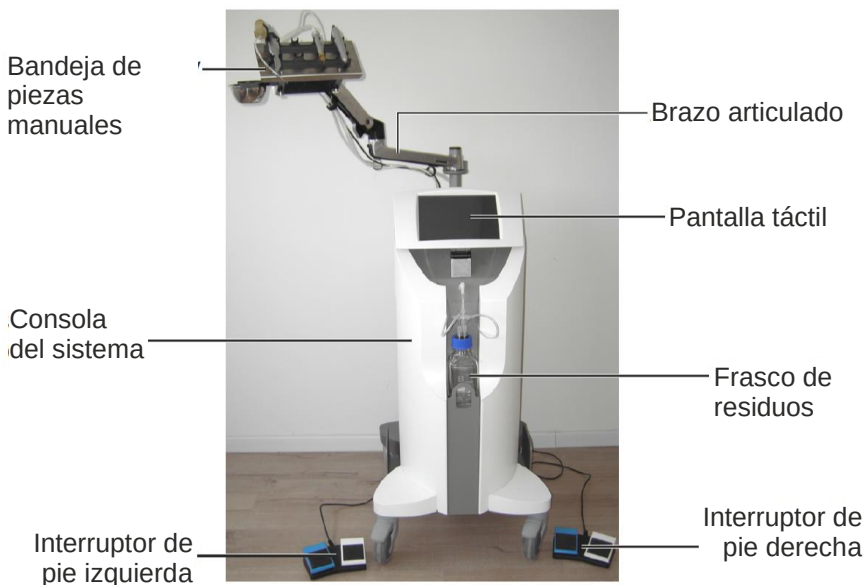

Figura 4-1. Componentes del sistema (parte delantera)
- Figura 4-1. Componentes del sistema \(parte delantera\)
La consola del sistema, que se muestra en la Figura 4-1, es la unidad principal, donde se guardan todos los componentes externos e internos del sistema.
La pantalla táctil, que se muestra en la Figura 4-1, es el principal medio de comunicación entre el usuario y el sistema.